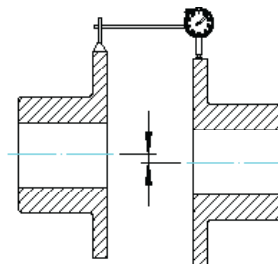

Figure 8 - Mesure du décalage parallèle (LTI).
- 8.5. Si le décalage parallèle est mesuré en faisant tourner les moyeux avec les comparateurs à cadran tel qu'indiqué sur la figure 8, la lecture totale indiquée (LTI) doit être divisée par 2 pour le calcul de P.